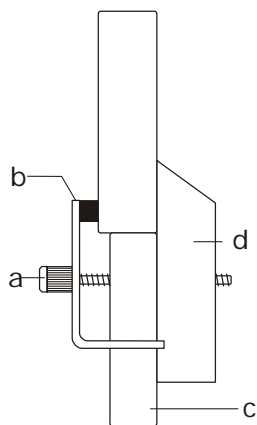

Fig. 5 Montaje del cristal en el soporte de muestras (a Tornillo, b Mordaza, c Asiento, d Parte fija del soporte de muestras)
- Se desmonta la mordaza del soporte de muestras y por medio pinza de montaje se coloca una varilla de vidrio en el soporte de muestras (de U19205). (ver Fig. 5)
- Se ajusta el brazo de medida en el ángulo $2\theta = 45^\circ$. Se elige el lado del goniómetro de tal forma que los rayos incidente y reflejado queden en lado oblicuo del soporte de muestras (ver también Fig. 5).